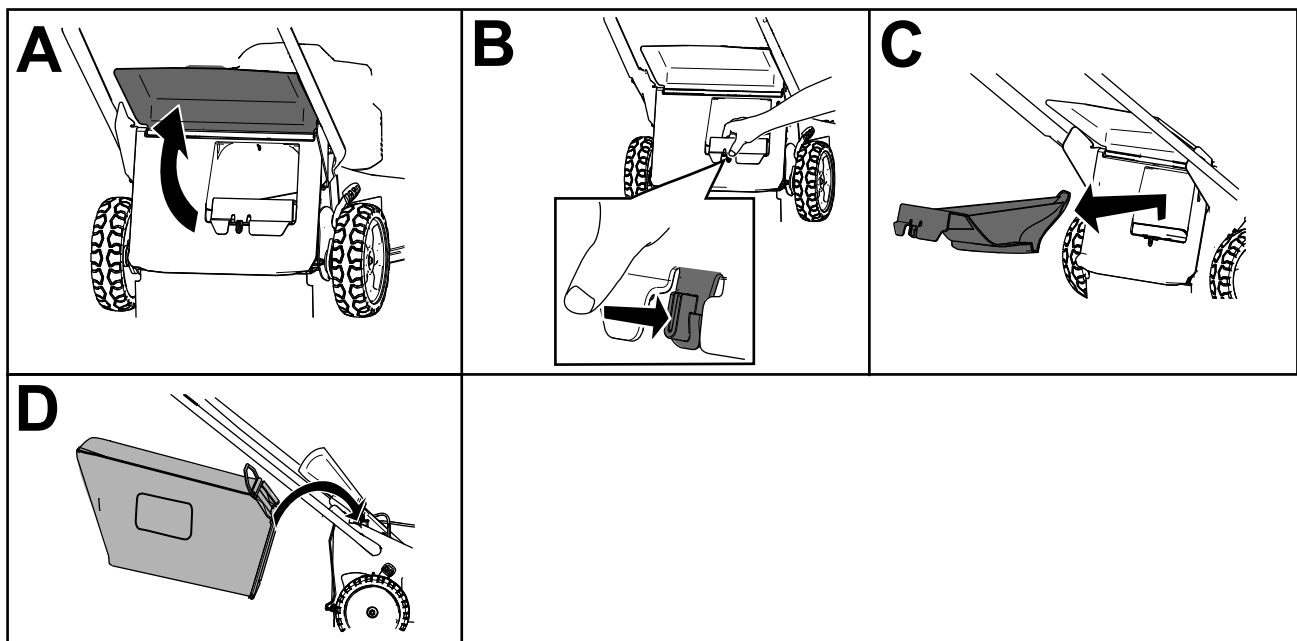

Figura 16
2. Faça subir e mantenha elevado o defletor traseiro (A da Figura 16).
3. Retire o bujão de descarga traseira empurrando o trinco para baixo com o polegar e retirando o bujão da máquina (B e C de Figura 16).
4. Instale as extremidades da barra do saco nas ranhuras na base da pega e abane o saco para a frente e para trás para assegurar que as extremidades estão encaixadas na parte inferior de ambas as ranhuras (D de Figura 16).
3. Retire a barra do saco de relva das ranhuras na base da pega (A de Figura 16).
4. Insira o bujão de descarga (B de Figura 16).
5. Baixe o defletor traseiro (C de Figura 16).